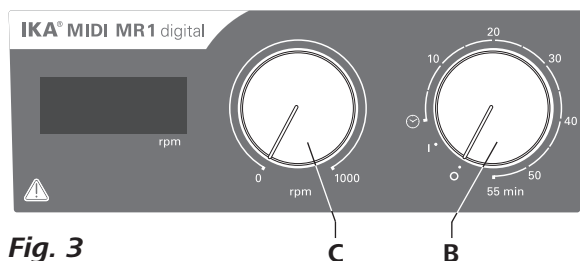

Fig. 3
- ☞ 开启仪器时，顺时针转动“开/关”和“定时”旋钮(B, 见 Fig. 3) 至“1”位置。
- ☞ 开启仪器时，顺时针转动“开/关”和“定时”旋钮(B, 见 Fig. 3) 至“☉”位置。
- ☞ 转动“转速”旋钮(C, 见 Fig. 3) 设定马达转速。马达转速可在0到1000 rpm (MIDI MR 1 digital) 以及0到600 (MAXI MR 1 digital) 范围内调整。